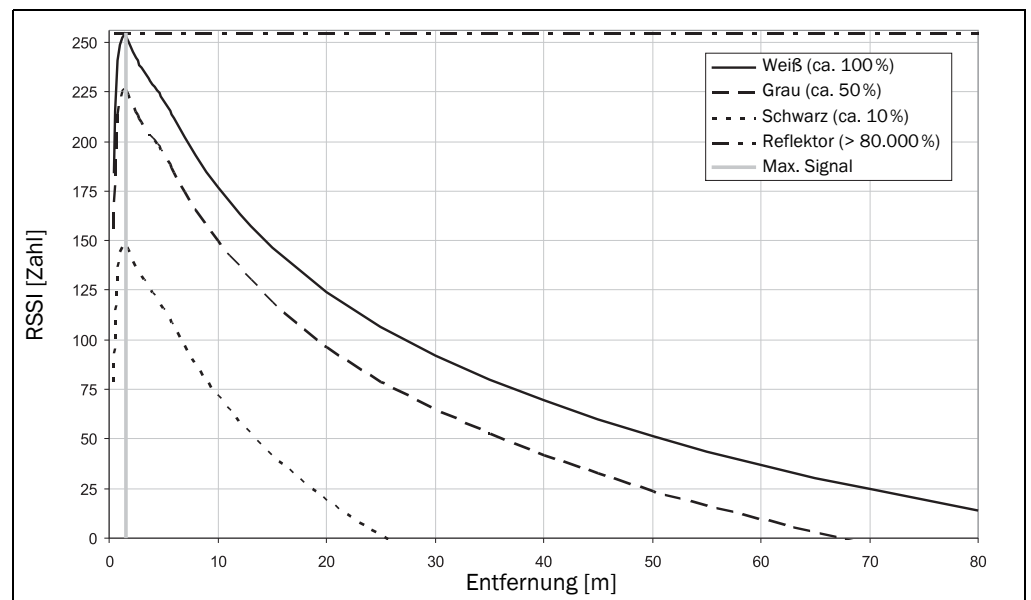
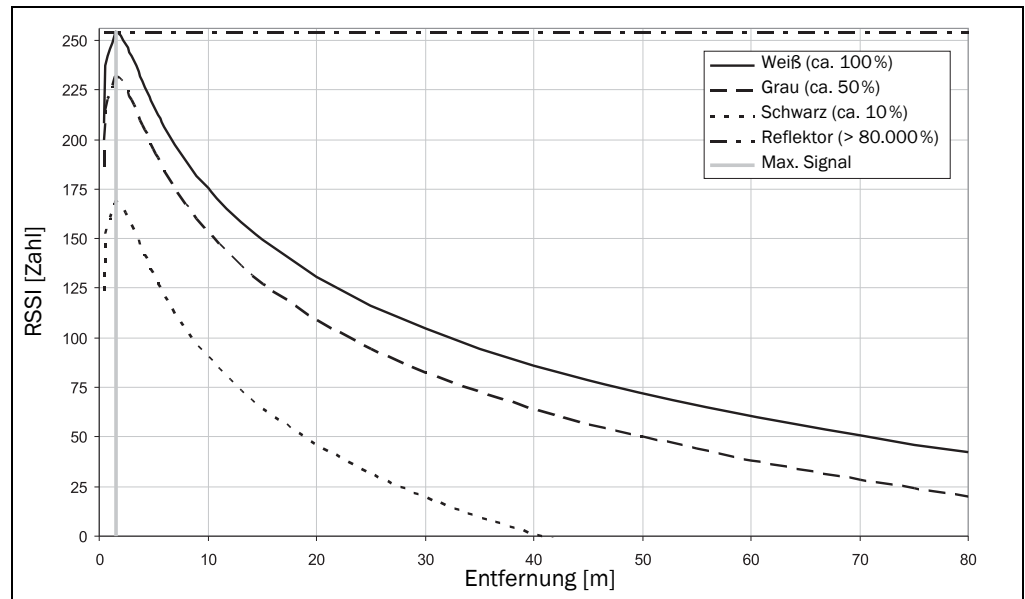

Abb. 20: Typische RSSI-Werte HR
Abb. 21: Typische RSSI-Werte SR
**Abb. 20** und **Abb. 21** zeigen die unterschiedlichen Näherungskurven für die RSSI-Bereiche der HR- und SR-Varianten in Abhängigkeit von der Objektremission, wobei 10% den niedrigsten Wert (schwarz) und 100% den höchsten Wert (weißes Papier) darstellen. Ein Wert von > 80.000% steht für einen Reflektor. Aus diesem Grund bleibt die darauf basierende Kurve konstant bei 254.